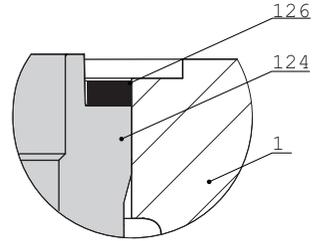

Рис.9-3: Прокладка (126)
ле 9.4.5. Вставьте новые прокладки (126) в паз фиксатора седла (124), см. Рис.9-3).